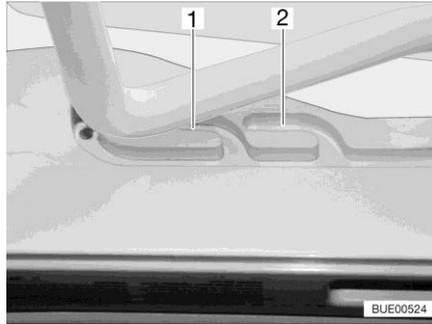
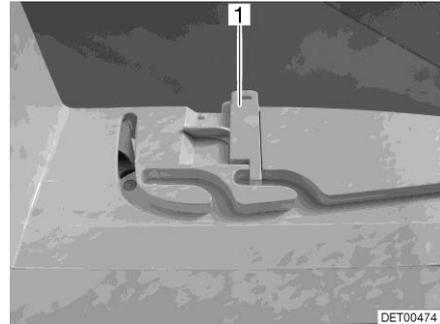

Fig. 121 Guía (posición de ventilación)
Fig. 122 Bloqueo (posición de ventilación)
La claraboya Heki se puede colocar en dos posiciones de ventilación: Posición de mal tiempo (Fig. 121,1) y posición mediana (Fig. 121,2). Según el modelo, la claraboya podrá ser bloqueada en la posición central con los dos pestillos (Fig. 122,1) a la izquierda y la derecha en el marco de la claraboya.
- Presionar el estribo ligeramente hacia arriba y empujarlo en la guía seleccionada (Fig. 121,1 ó 2) y, si fuera necesario, bloquearlo.